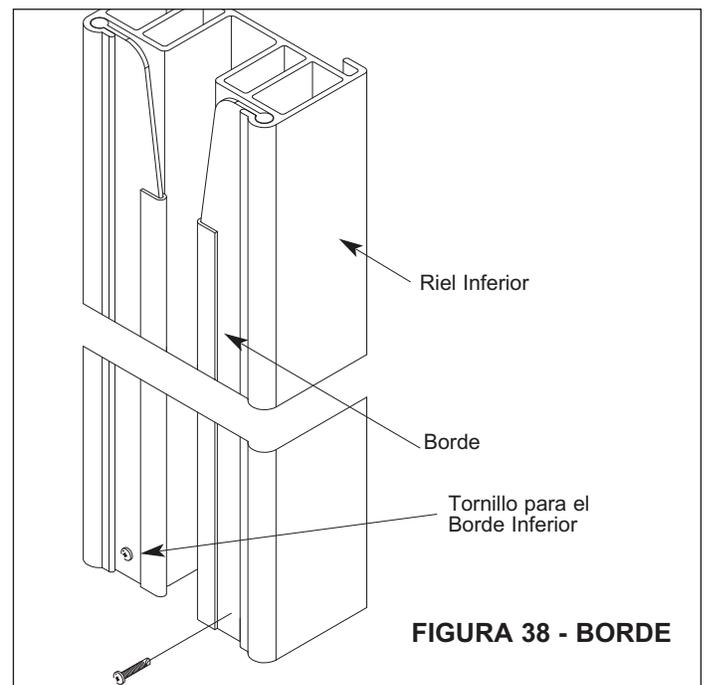

FIGURA 38 - BORDE
2. Quitar los tornillos que detienen el borde en su lugar, Figura 38.